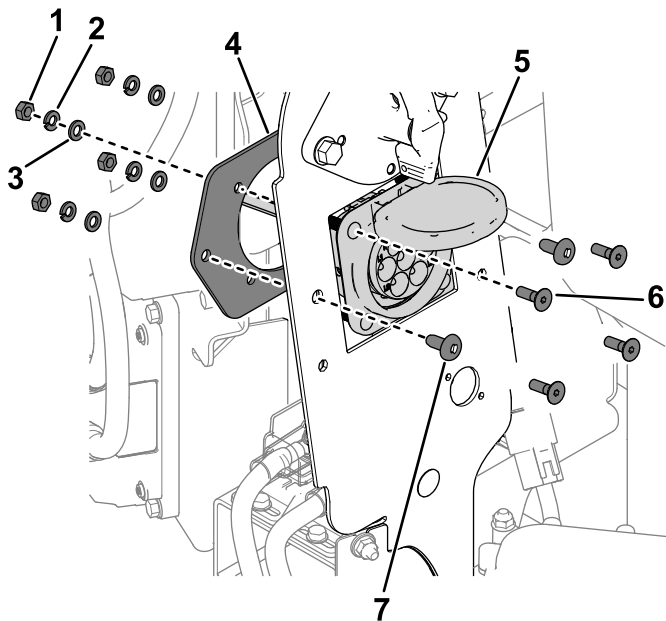

Bild 3
1. Verwenden Sie zwei Schrauben (5/16") und die vorhandenen Schrauben, Unterlegscheiben und Muttern am Ladegerätstecker, um den Anschluss und die Anschlussplatte an der Rahmenplatte zu befestigen (Bild 3).